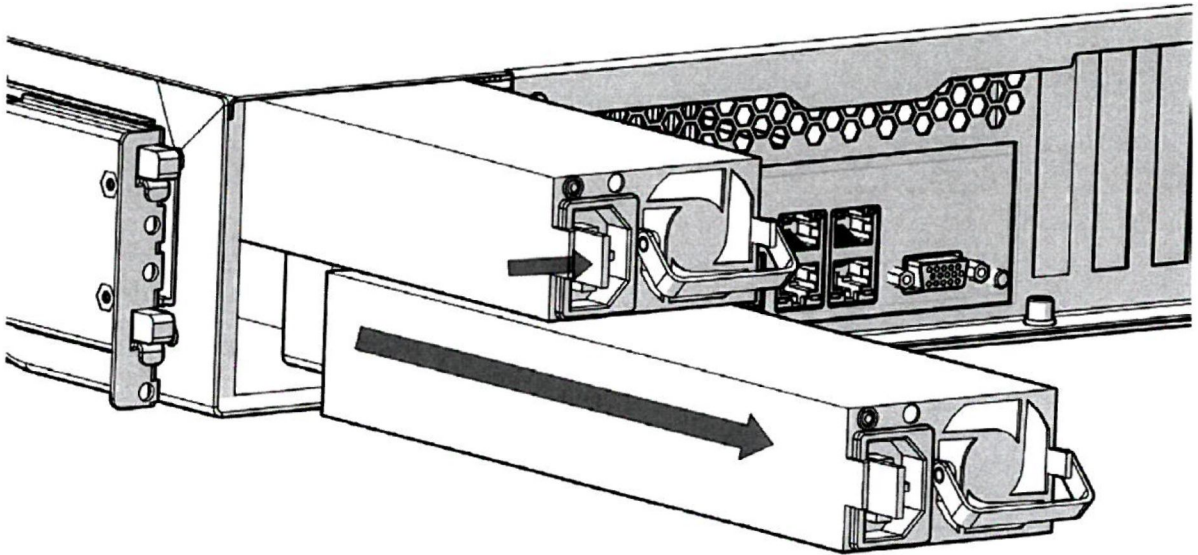

Рисунок 13 - Извлечение лезвия блока питания
- надавить на язычок необходимого лезвия блока питания и потянуть лезвие на себя, (рисунок 13);